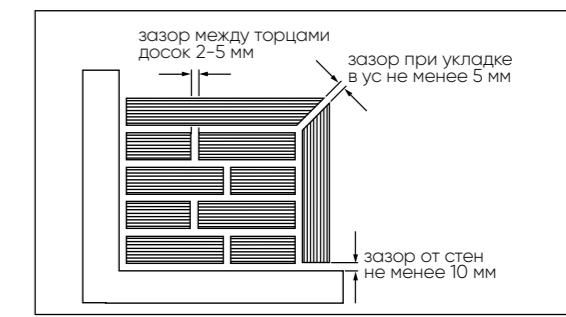

рис. 7
9. Необходимо предусмотреть компенсационные зазоры при монтаже террасной доски (рис. 7):